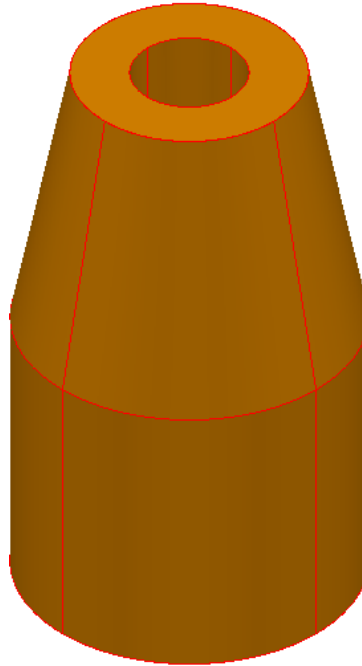

Figura 2.104 Sólido con vaciado cilíndrico.
- Desblanquear el sólido cuña (Ctrl + L), seleccionar el menú Operaciones con Sólidos , seleccionar el cilindro, seleccionar la opción Borrar el sólido, superficie o símbolo seleccionado desde el sólido activo , (Figura 2.104).